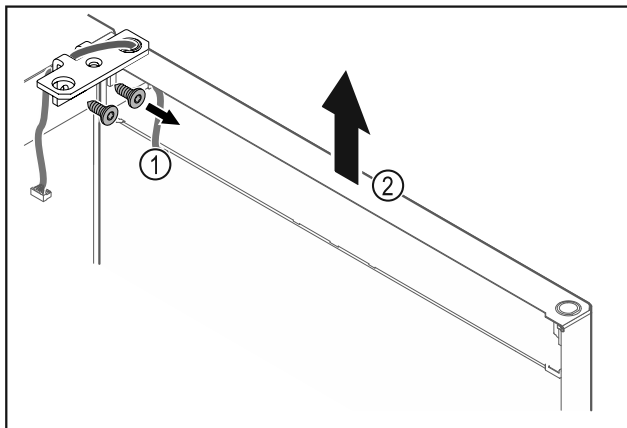

Fig. 21
- ▶ Csavarozza le a csuklópántot Fig. 21 (1).
- ▶ Az ajtót a csuklópánttal Fig. 21 (2) együtt emelje meg felfelé kb. 200 mm-rel, majd vegye le.